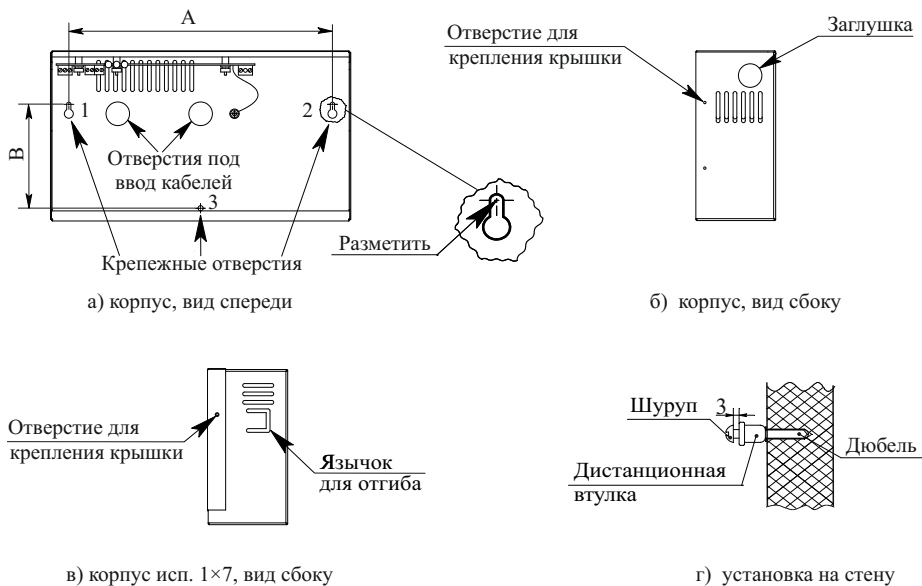

Рисунок 1
а) разметить в месте установки точки крепления через крепежные отверстия в корпусе источника (рисунок 1, а). Размеры, указанные на рисунке 1, а:
б) просверлить три отверстия $\varnothing 6$ мм (под шуруп 4×45), или $\varnothing 8$ мм (под шуруп 6×40 или 6×80) (рисунок 1, а), и вставить в них дюбели, установить дистанционные втулки и ввернуть шурупы (рисунок 1, г) через крепежные отверстия 1 и 2;
- через отверстия находящиеся на задней стенке корпуса (рисунок 1, а);
- через отверстие находящееся на боковой стенке корпуса, предварительно выдавив заглушку подходящим под диаметр заглушки инструментом (рисунок 1, б) (для исп. 2×7 , исп. 2×12 , исп. 2×17 , исп. 2×40). При необходимости возможна установка проходного изолятора проводов (в комплектность не входит);
- через отверстие находящееся на боковой стенке корпуса, предварительно отогнув язычок внутрь корпуса до конца (рисунок 1, в) (исп. 1×7);
г) повесить источник на шурупы в крепежных отверстиях 1 и 2 (рисунок 1, а). Ввернуть шуруп через дистанционную втулку в крепежное отверстие 3 (рисунок 1, г). Зафиксировать корпус, закрутив шурупы до упора;
д) при необходимости, крышку корпуса закрепить саморезами, входящими в комплектность, через отверстия, находящиеся на боковых стенках корпуса (рисунок 1, б, в).